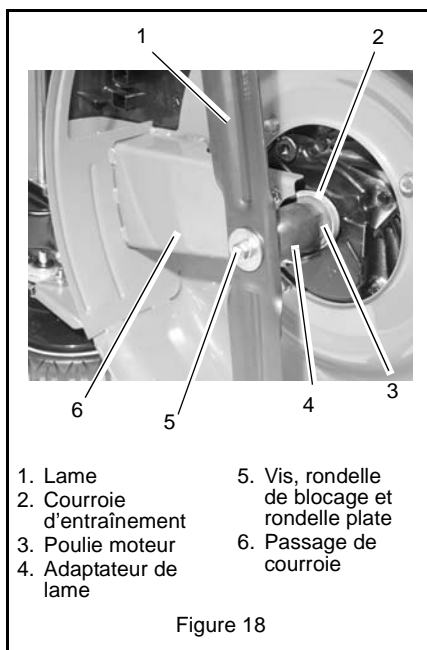

Figure 18
8. Déposer la courroie de la poulie du moteur et tirer sur la courroie à travers le passage de courroie. Voir Figure 18.